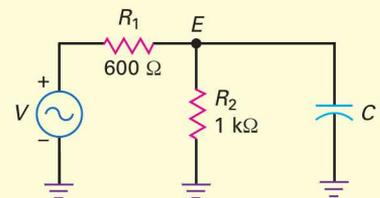

Figure 8.7
À la figure 8.7, la fréquence de V est de 1 kHz. Quelle est la valeur de C qui permet de mettre le point E à la masse ?
8.2 Avez-vous compris ? Reprendre cette figure 8.7 et calculer C pour R_1 valant 50 Ω .